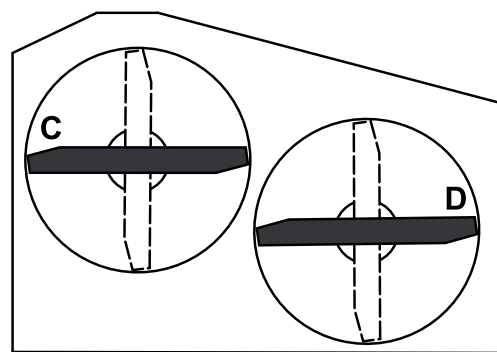

Figura 60
- Coloque las cuchillas en posición lateral. Mida en las posiciones **C** y **D** desde una superficie nivelada hasta el filo de corte de los extremos de la cuchilla (Figura 60).